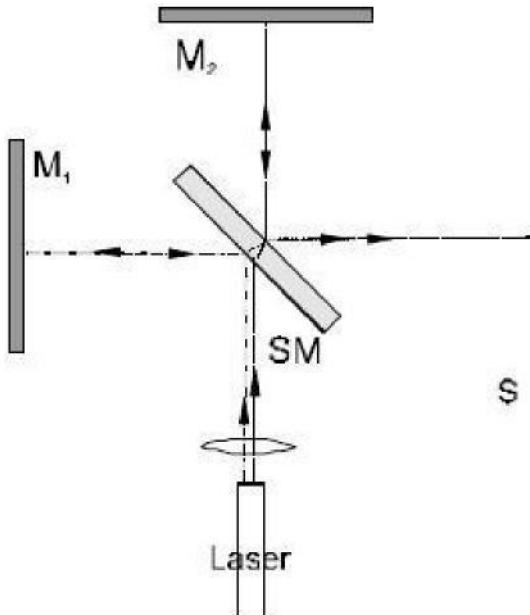

Fig. 2 Montaje experimental – Interferómetro de Michelson (M₁, M₂ = Espejo, SM = Espejo semitransparente, S = Pantalla de vidrio mate)
- Se coloca el Láser aproximadamente en el centro del tablero (Fig. 2) y se orienta el rayo paralelamente a la placa base (ver observaciones)
- Se intercala el espejo semitransparente entre el Láser y el espejo M₂ (ver Fig. 2) El ángulo entre el espejo semitransparente y el eje del rayo Láser debe ser de 45° con la mayor exactitud.
- La pantalla de vidrio mate se monta de acuerdo con la Fig. 2. El rayo Láser debe incidir en el centro de ésta.
En el montaje de acuerdo con la Fig. 2, es importante que las ondas esféricas que se sobreponen realicen sólo un ángulo pequeño. Entonces el patrón de interferencia es observable en el plano I (ver Fig. 3a) Si el ángulo es muy gran de no se puede observar la interferencia (Fig. 3b). Por ello es importante que el rayo Láser esté orientado así que pase paralelamente a la placa base y que después de la reflexión en los espejos M₁ y M₂ siga siendo paralelo.